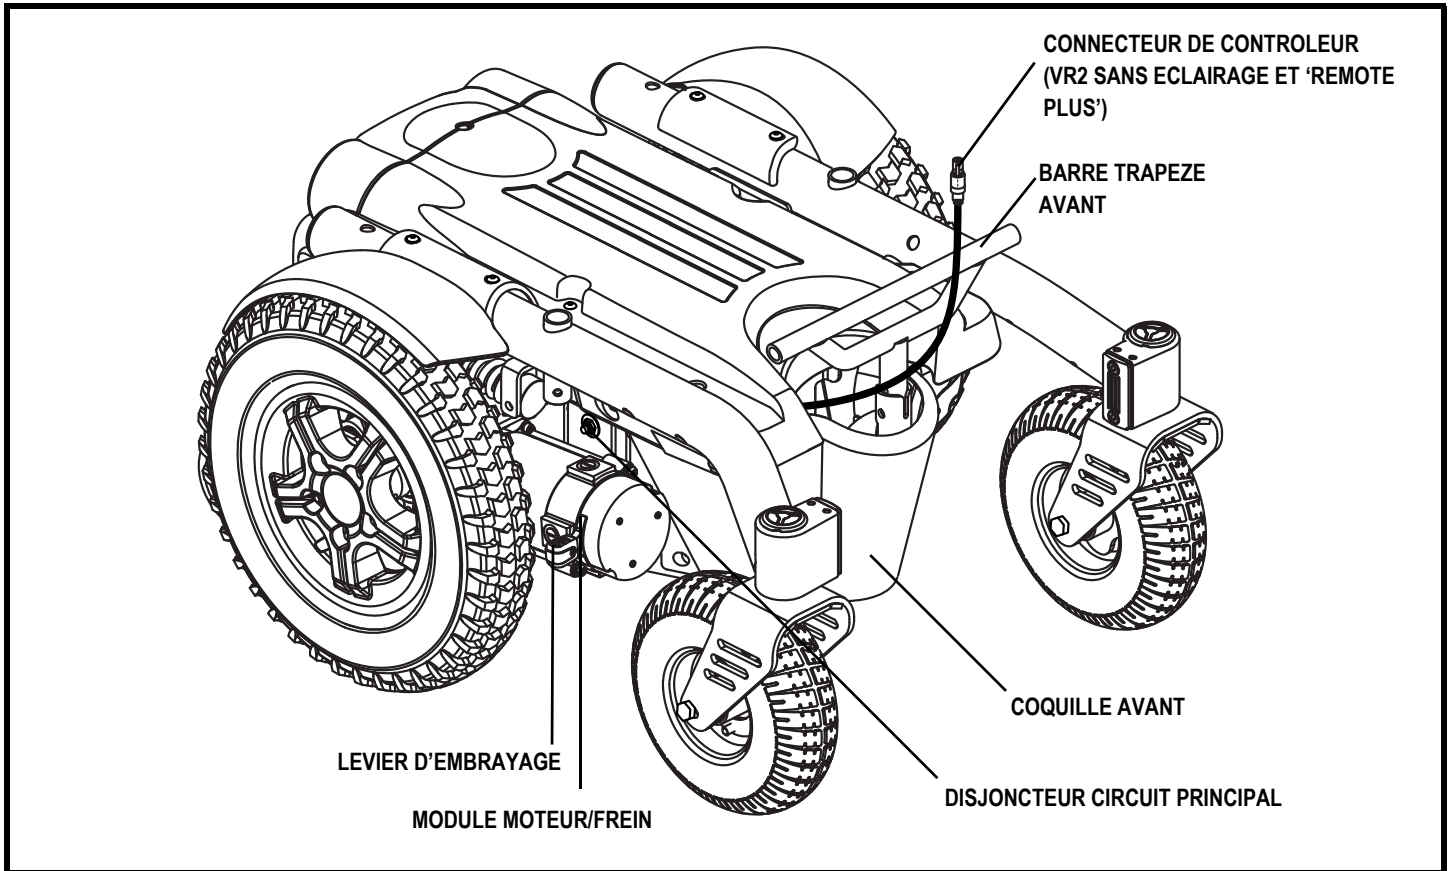
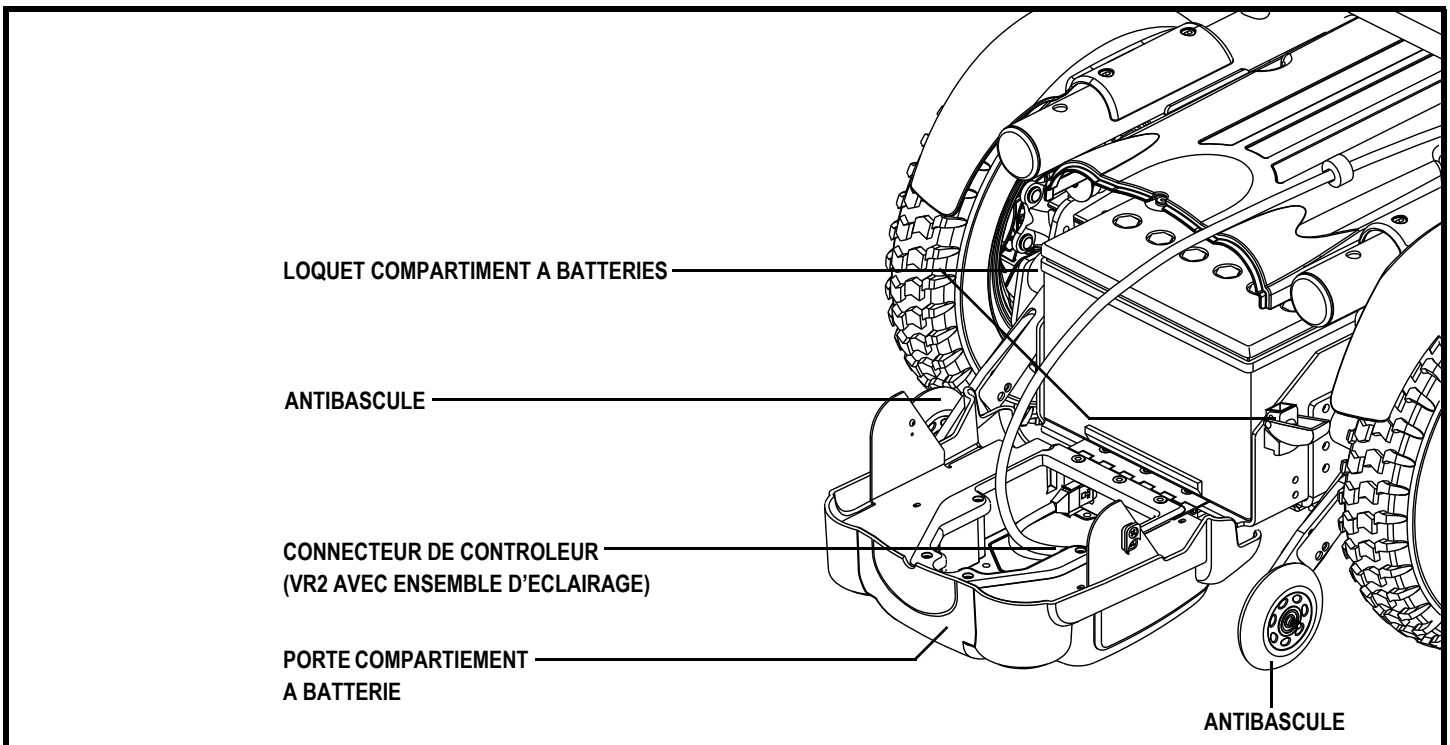

Figure 6. Base motorisée du Vibe R-4000
Figure 7. Base motorisée du Vibe R-4000 (vue arrière - porte du compartiment à batteries abaissée)
Les composantes électrique sont situées sur le devant de la base motorisée ou sur la porte du compartiment à batteries à l'arrière dépendant du type de système fourni avec votre fauteuil motorisé. **Voir les figures 6 et 7.**
**Connecteur du contrôleur:** Il s'agit du réceptacle pour le branchement du contrôleur dans la base motorisée. Si votre fauteuil est équipé d'un ensemble d'éclairage, le connecteur du contrôleur du VR2 est situé sur la porte du compartiment à batteries. **Voir la figure 7.** Autrement, le connecteur est situé sur le devant de la base motorisée. **Voir la figure 6.**
7. Tirez sur le loquet du compartiment à batteries pour l'ouvrir. **Voir la figure 7.**
8. Branchez le câble du contrôleur dans son réceptacle. **Voir la figure 7.**